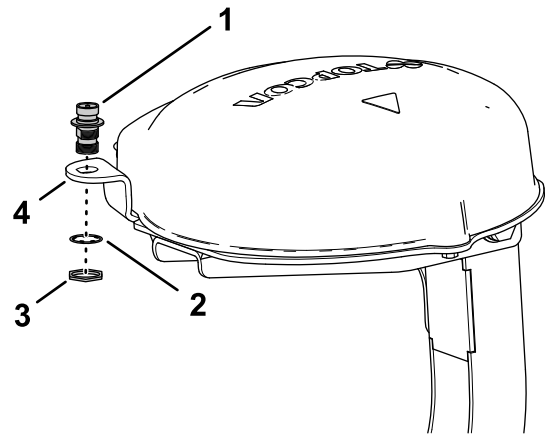

Figura 159
- Alinhe o acoplador coaxial através da abertura na flange da antena RTK com as roscas do anteparo do acoplador para baixo (Figura 159).
- Monte o acoplador coaxial na flange da placa do recetor com a porca de retenção e a anilha de bloqueio e aperte a porca de retenção à mão (Figura 159).